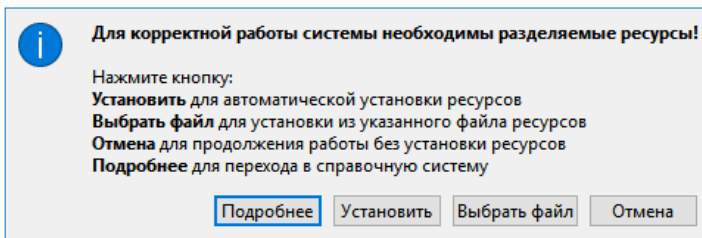

Рис. 2.1
При первом после инсталляции запуске система предлагает выполнить импорт РР (рис. 2.1).
- Нажмите кнопку **Установить** (рис. 2.1).
- Импорт РР в ручном режиме – кнопка **Выбрать файл** (рис. 2.1).
Кнопка **Отмена** (рис. 2.1) позволяет отсрочить установку РР. В этом случае импорт РР можно будет выполнить позднее при помощи команды **Данные/Импорт разделяемых ресурсов** первоначального меню. Дальнейший порядок действий описан выше (см. ручной импорт РР, 2-ой вариант).